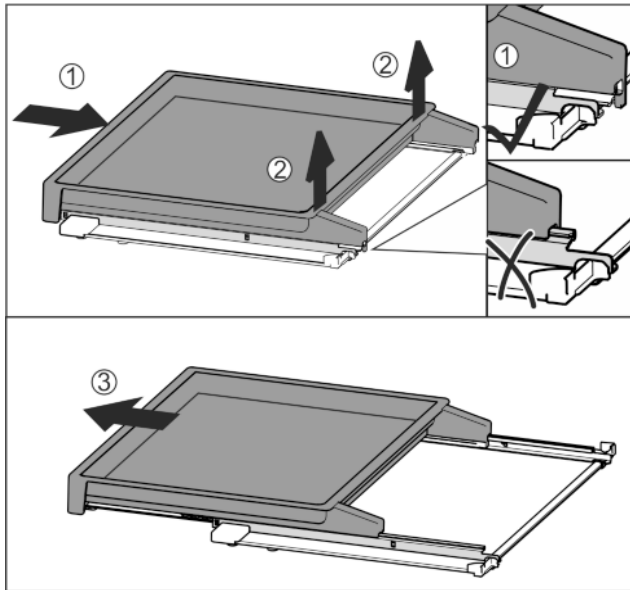

Fig. 37
- ▶ Uitschuifplateau volledig erin schuiven *Fig. 37 (1)*.
- ▶ Vergrendeling aan de achterkant losmaken *Fig. 37 (2)*.
- ▶ Uitschuifplateau vanaf de voorkant eruit halen *Fig. 37 (3)*.